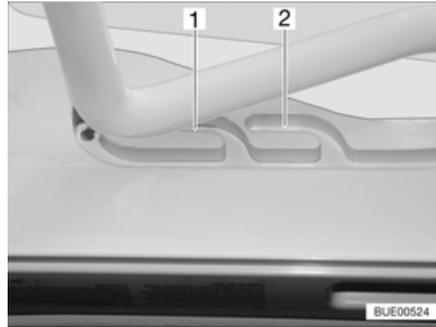
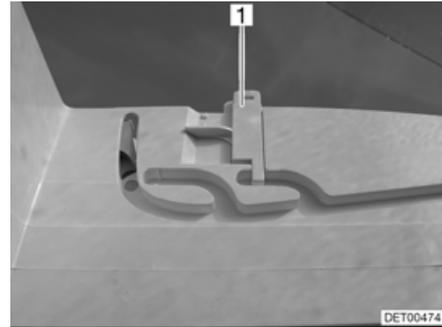

Bild 109 Heki-Dachhaube in Lüftungsstellung
Bild 110 Verriegelung Lüftungsstellung
Die Heki-Dachhaube kann in zwei Lüftungsstellungen gebracht werden: Schlechtwetterstellung (Bild 109,1) und Mittelstellung (Bild 109,2). Je nach Modell kann die Dachhaube in der Mittelstellung mit den beiden Riegeln (Bild 110,1) links und rechts am Rahmen der Dachhaube verriegelt werden.
- Den Bügel leicht nach oben drücken und in die gewählte Führung (Bild 109,1 oder 2) schieben und ggf. verriegeln.